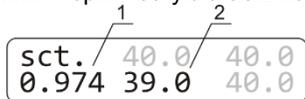

Рисунок 5. Изменение коэффициента: 1. Коэффициент калибровки; 2. Температура с текущим коэффициентом
- 6.4.6. С помощью кнопок **▲** и **▼ T (°C)** измените коэффициент калибровки (рис. 5/1) так, чтобы новое значение температуры (рис. 5/2) соответствовало показанию независимого сенсора. В нашем примере, коэффициент равен 0.974.